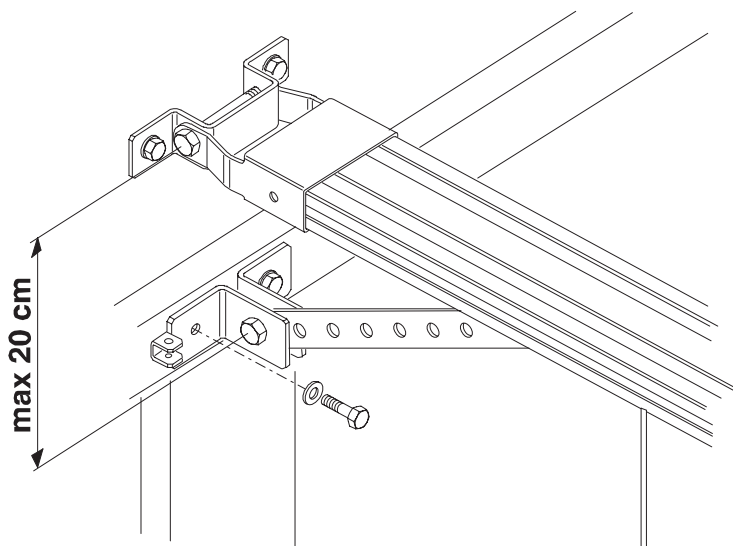

FIG. 17
- 4) Vérifier que la distance entre le centre des trous de fixation de l'attache avant et de l'attache sur la porte n'est pas supérieure à 20 cm (fig. 17).